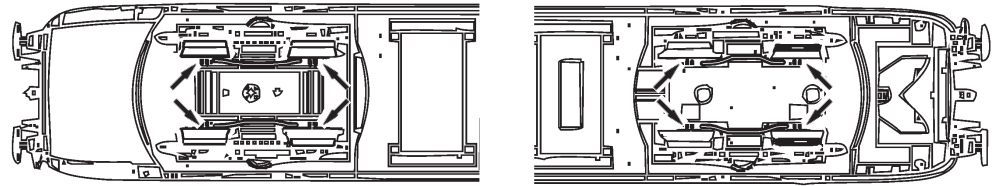

Fig. 7
3. Haftreifenwechsel: Zuerst den Getriebedeckel abnehmen (Fig. 7). Danach den **Radsatz** herausnehmen und die **Haftreifen** mit einer Nadel od. mit einem feinen Schraubendreher abziehen (Fig. 7). Beim Aufziehen der neuen Haftreifen darauf achten, dass diese sich nicht verdrehen.
3. Change of traction tyre: Remove the gear cover (fig. 7). Take out **wheel set** and remove **traction tyre** using a pin or a fine screwdriver (fig. 7). When pressing on the new traction tyre please **avoid twisting it**.
3. Échange des bandages d'adhérence: Démontez d'abord **le couvercle du carter des engrenages** des engrenages (fig. 7). Délogez ensuite les essieux bandagés et enlevez, à l'aide d'une aiguille ou d'un tourne-vis fin, les bandages d'adhérence (fig. 7). Lors du montage des nouveaux bandages veuillez veiller à ce que les bandages **ne soient pas tor-dués**.